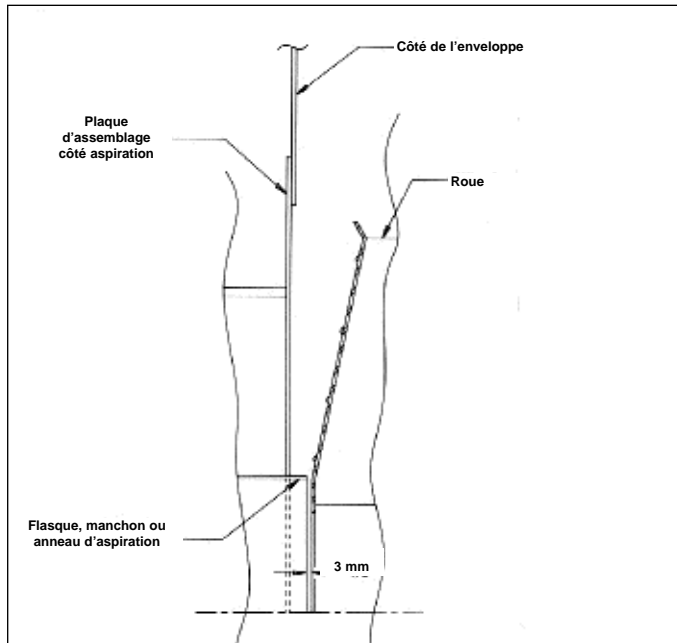

Figure 3
6. Lors de l'installation d'une nouvelle roue, le jeu initial entre la roue et le manchon d'aspiration doit être maintenu (voir la Figure 3).